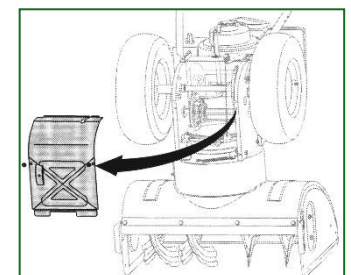

Abbildung 15
2. Schwenken Sie die Schneefräse vorsichtig nach oben und nach vorne, so dass er auf dem Schneckengehäuse ruht. Entfernen Sie die Rahmenabdeckung an der Unterseite der Schneefräse, indem Sie die vier selbstschneidenden Schrauben entfernen, mit denen sie befestigt ist. Siehe Abbildung 15.